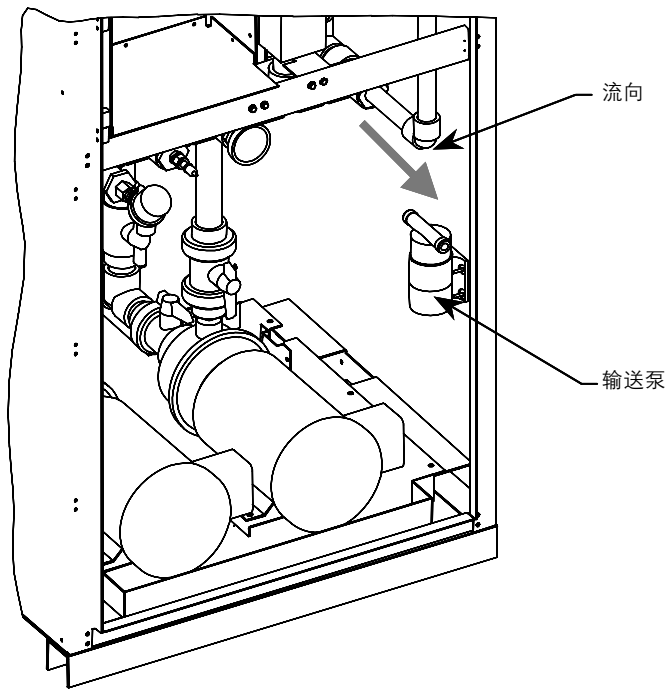

图 4.22 - 排空/填充泵
1. 将输送泵连接到排空/填充管道(请参见图 4.22 中的排空/填充泵)。安装泵时，入口在左侧，出口在右侧，如图 4.22 所示。(请参见图 4.22 上的流动方向箭头。)